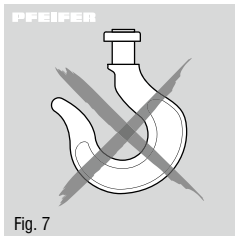

Fig. 7
- Il est interdit de retirer l'étrier de sécurité de crochet de levage ou de traction (Fig. 7).